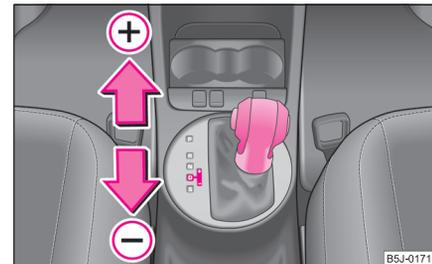

Abb. 108 Wählhebel: manuelles Schalten
- Tippen Sie den Wählhebel (in der Tiptronic-Stellung) nach vorn an ⇒ Abb. 108 (+).